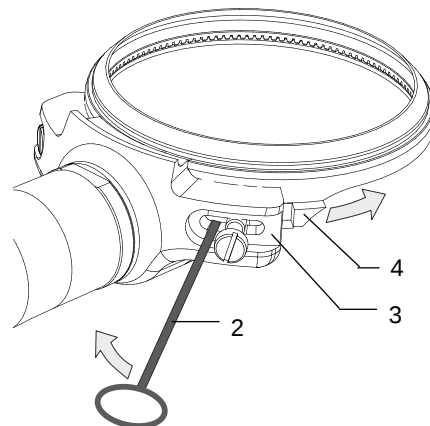

Abb. 7.2 – Klingenaufnahme aufhebeln
- 2) Werkzeugwechselstift (2) zwischen Schraube und Gehäuse (3) einsetzen, s. Abb. 7.2.
- 3) Messeraufnahme (4) unter leichtem Druck aufhebeln und halten, s. Abb. 7.2.
- 4) Werkzeugwechselstift (2) in Position halten.
- 1) Messeraufnahme (1) unter leichtem Druck aufhebeln und halten, s. Abb. 7.2.
- 2) Werkzeugwechselstift (2) in Position halten, s. Abb. 7.2.
- 4) Werkzeugwechselstift (2) entfernen, s. Abb. 7.2.